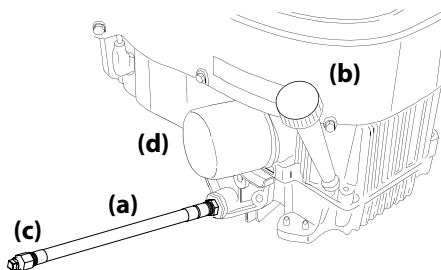

Figura 4-1
- Ubique la manguera de drenaje de aceite (a) del lado derecho del motor. Consulte Figura 4-1.
- Mientras sostiene el extremo libre de la manguera de drenaje de aceite (a) sobre el recipiente de recolección de aceite, desenrosque el tapón de cabeza cuadrada (c) del extremo de la manguera de drenaje de aceite (a). Consulte Figura 4-1. Drene el aceite del motor dentro del recipiente.